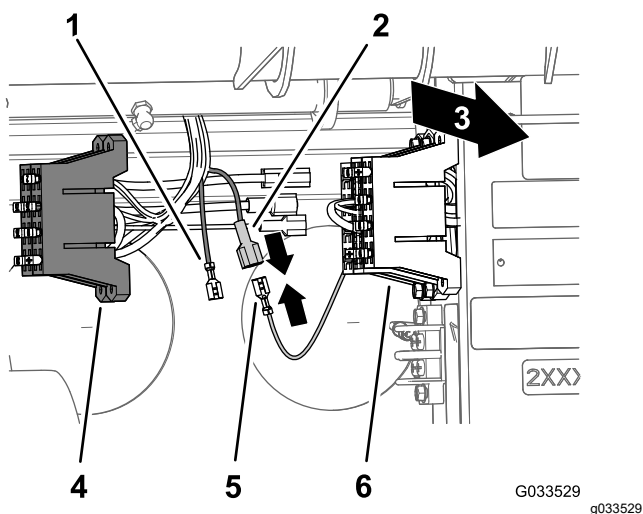

Figura 25
2. Localize o terminal do recetáculo não isolado no final do fio de alimentação amarelo aberto do bloco de fusíveis da máquina e o terminal de lâmina isolado no final do fio amarelo de alimentação opcional do bloco de fusíveis dos fios do pulverizador (Figura 25).
- Localize o terminal do recetáculo não isolado do bloco de fusíveis da máquina ao terminal da lâmina isolado do bloco de fusíveis do pulverizador (Figura 25).